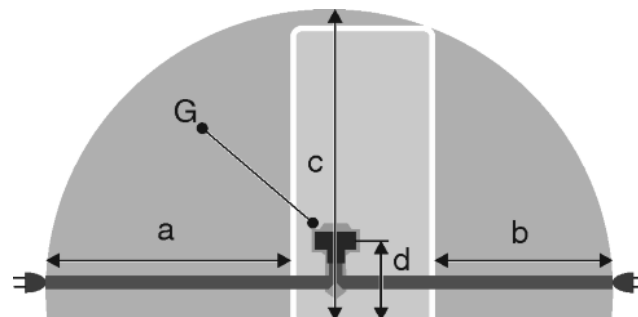

Fig. 22
- Zásuvka leží mimo oblast zadní stěny spotřebiče v dané oblasti Fig. 22 (a, b, c).
- Zástrčku spotřebiče Fig. 22 (G) zastrčte na zadní straně spotřebiče. Dávejte pozor na správné zaklesnutí.